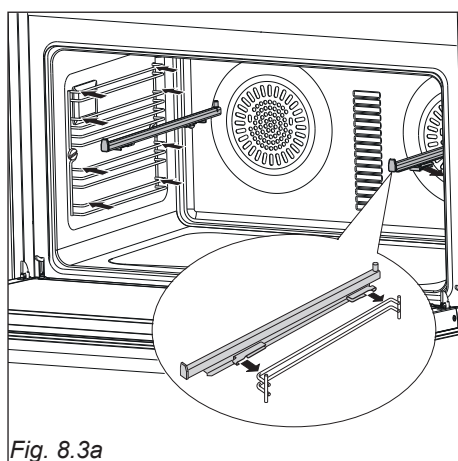

Fig. 8.3a
- Posizionare correttamente le slitte scorrevoli sul rebbo superiore dei telai laterali e premere (fig. 8.3a); si avverterà lo scatto di aggancio delle clips al rebbo.